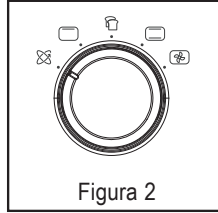

Figura 2
- 3. Perilla selectora de función** - Seleccione la función de cocción girando la perilla a la graduación deseada. (Ver la Figura 2)